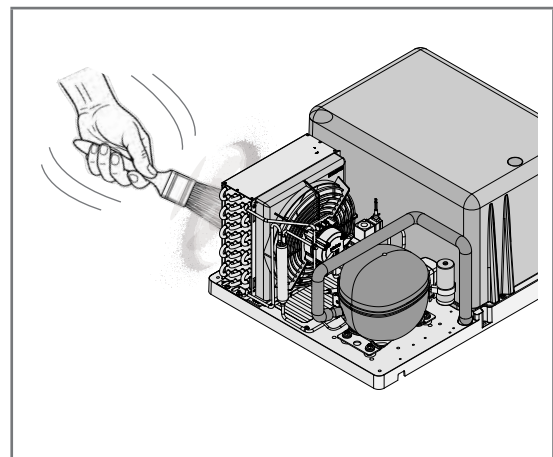

Fig 6.8 - Nettoyage du condenseur
- Si cela n'est pas possible, utiliser un pinceau à poils longs sur l'extérieur du condenseur (Fig. 6.8).